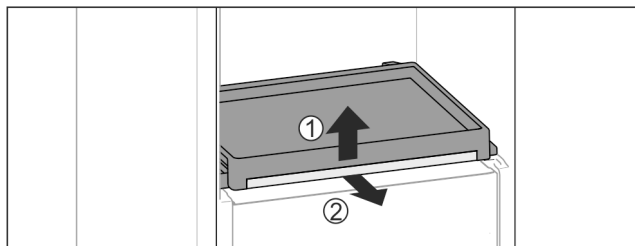

Fig. 77
- Rimuovere il ripiano estraibile con ripiano di vetro: sollevare leggermente in avanti il ripiano di vetro Fig. 77 (1) e tirarlo in avanti Fig. 77 (2).